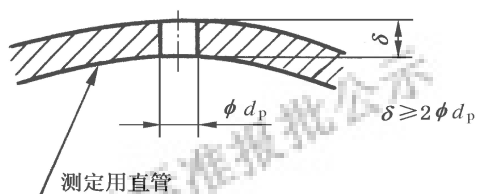

图 B.4 压力测试孔
- b) 测定孔径为 2 mm~6 mm，如图 B.4 所示。该孔轴线与管内壁垂直，长度为孔径的 2 倍以上。其位置的内表面应光滑，孔内缘应无毛刺。